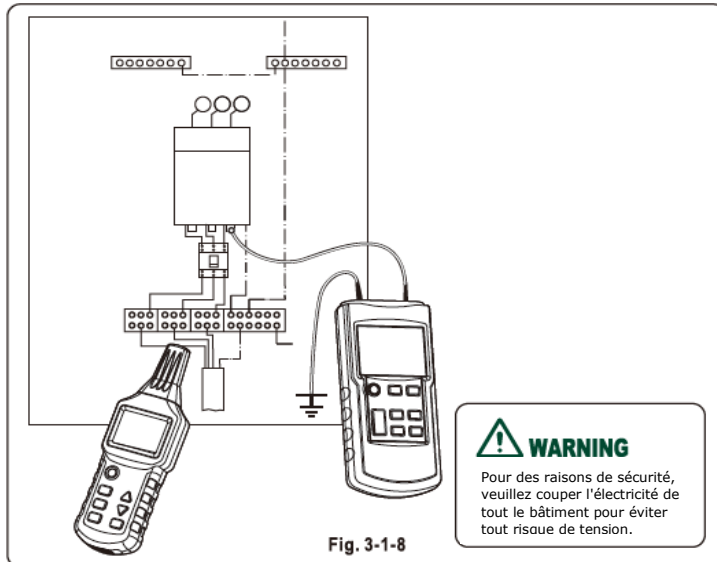

Fig. 3-1-8
3. Connectez le transmetteur de la manière indiquée dans la figure 3-1-8.